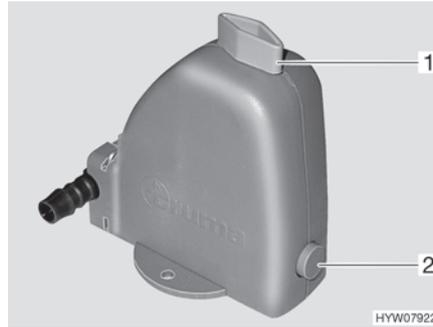

Fig. 127 Válvula de seguridad/purga
La calefacción está equipada con una válvula de seguridad/purga (Fig. 127). La válvula de seguridad/purga evita que el agua para la preparación de agua caliente se congele cuando no esté conectada la calefacción en caso de congelación.
- Cerrar la válvula de seguridad/purga. Para ello, girar el botón giratorio (Fig. 127,1) a la posición transversal en referencia a la válvula de seguridad/purga y hundir el botón (Fig. 127,2).
- Abrir la válvula de seguridad/purga. Para ello, girar el botón giratorio (Fig. 127,1) a la posición longitudinal en referencia a la válvula de seguridad/purga. El botón (Fig. 127,2) salta hacia fuera. El depósito de agua sanitaria se vacía hacia fuera a través de la válvula de seguridad/purga.